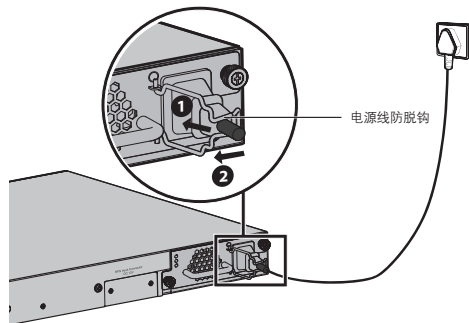

图4-4 通过PSM150-AC给交换机供电示意图
2. 将电源线的阴性插头连接到电源模块的交流输入插口上,如图4-4箭头①所示。
3. 将电源线防脱钩扳到左边,卡住电源线,如图4-4箭头②所示。